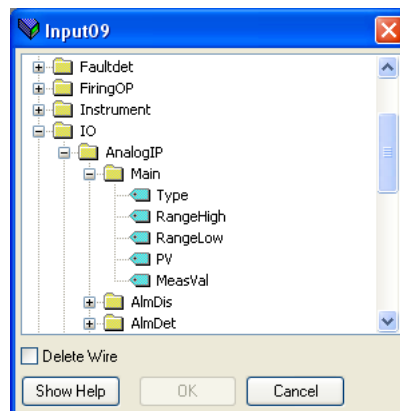

Abbildung 140 Browserfenster
1. Die nächste verfügbare Position in der Eingangs- oder Ausgangsdatentabelle doppelt anklicken und die Variable anklicken, die ihr zugeordnet werden soll. Ein Pop-up-Fenster (Abbildung 140) öffnet einen Browser, über den eine Parameterliste geöffnet werden kann.